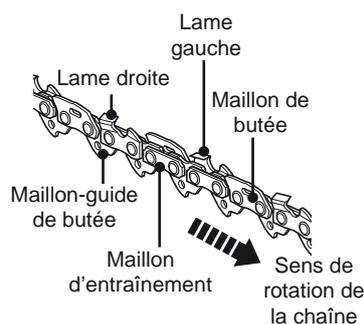

Fig. 55
- > La profondeur de coupe se définit par la différence de hauteur entre les dents et la rainure. Lors de l'affûtage de la chaîne [6], prenez note des points suivants (Fig. 55).